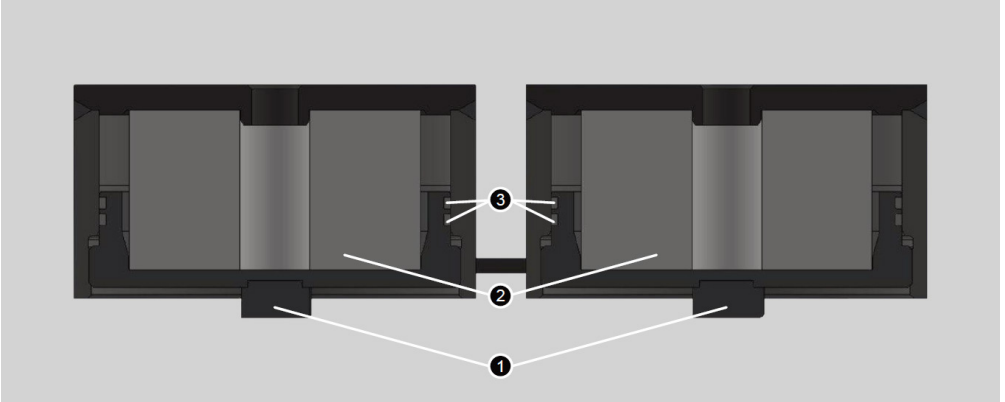

Рисунок 38. Пристрій фільтрів холодоагенту:
5. Використовуючи ключ ріжковий або головку торцеву поверніть кришку фільтра (поз.1 рис. 38) проти годинникової стрілки (див. рис.37) до від'єднання від чаші фільтра.
6. Оцініть стан ущільнювальних кілець (поз.3 рис. 38). У разі необхідності замініть їх.
7. Замініть фільтрувальний елемент MS0101 (поз.2 рис. 38).